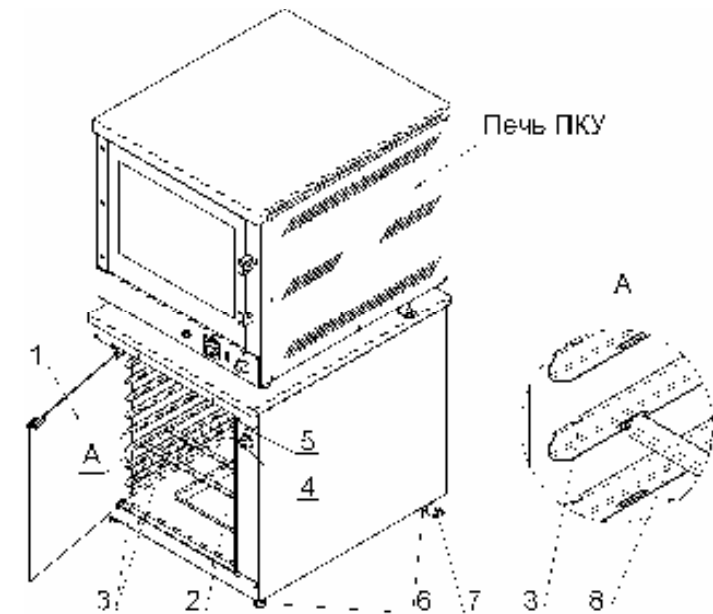

Рис. 1
5.6 После окончания работы отключите напряжение, подаваемое на ТЭН, установив лимб терморегулятора камеры (рис.1, поз. 4) в положение «0» (сигнальная лампа должна погаснуть).
- вынуть ёмкость для воды (рис.1, поз.2) из панели пода камеры шкафа;
3.1 При эксплуатации шкафа РТ-530У(ПК), Вы можете вместо противней с размерами GN1/1 использовать противни с размерами 435х330мм, а при эксплуатации шкафа РТ-650У(ПК), вместо противней с размерами GN2/1 или GN1/1 использовать противни с размерам 600х400мм или 435х330мм. Для этого необходимо в пазы кронштейнов уровней 3 установить дополнительные кронштейны 8, как показано на виде А, рис. 1.
3.2 Кронштейны уровней (рис.1, поз.3) крепятся в пазах несущих профилей камеры. Для облегчения уборки камеры, кронштейны уровней можно снять и удалить из камеры.
3.4 Дверка шкафа (рис.1, поз.1) изготовлена из термостойчивого, травмобезопасного стекла. В закрытом положении дверка фиксируется магнитным замком.
5.4 Установите (по часовой стрелке) лимбом терморегулятора (рис.1, поз.4) необходимую, для процесса расстойки, температуру в камере шкафа (должна загореться сигнальная лампа рис.1, поз.5).
5.5 Когда, при достижении заданной температуры воздуха в камере, сигнальная лампа погаснет, откройте дверку и установите противни или другие ёмкости с продуктами на кронштейны уровней (рис.1, поз.3). Закройте дверку.